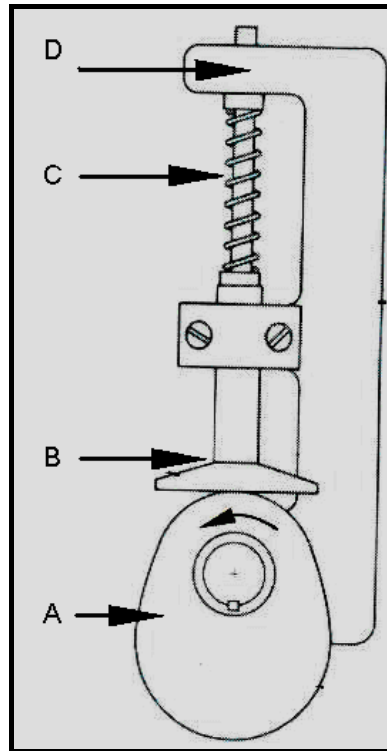

**FIGUUR 1.7**
- 1.17 Identifiseer die soort skroefdraad wat in FIGUUR 1.7 getoon word.